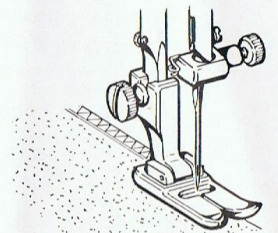

Abb. 29
D) Kanten versäubern (Abb. 29)